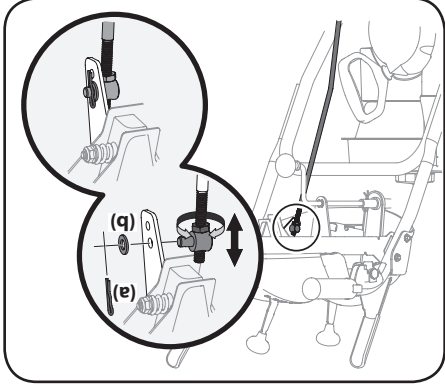

Figure 4-7
2. Retirez la goupille fendue et la rondelle de la virole sur la tige de commande. Retirez-la du levier de vitesse. Voir la Figure 4-7.